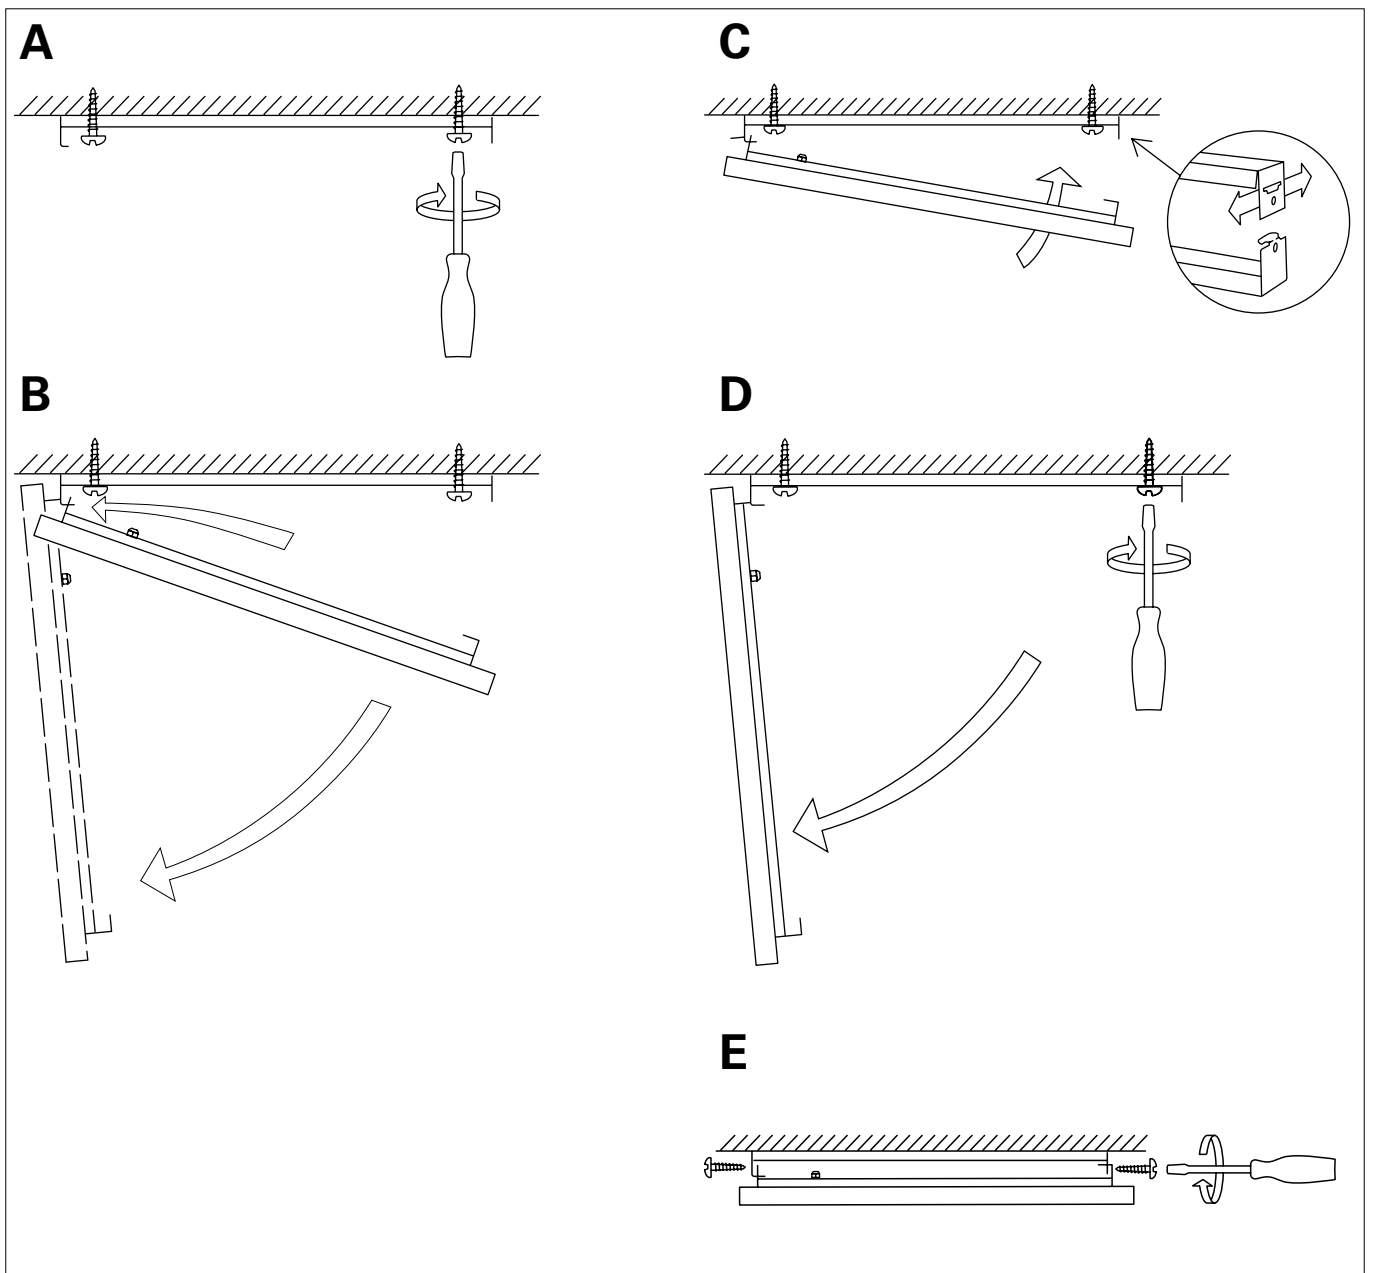

Fig. 2
Установка на потолок с помощью монтажных скоб. Рис. 2.
4. Подвесьте кассету на скобы одной стороной (ближайшей к месту выхода шнура). Оставьте ее в вертикальном положении. Рис. 2В.
6. Поднимите панель и проверьте правильность установки монтажных скоб на потолке. (Рис. 2С).
9. Дополнительно закрепите кассету винтами (входят в комплект поставки) в каждой точке подвески (Рис. 2Е).